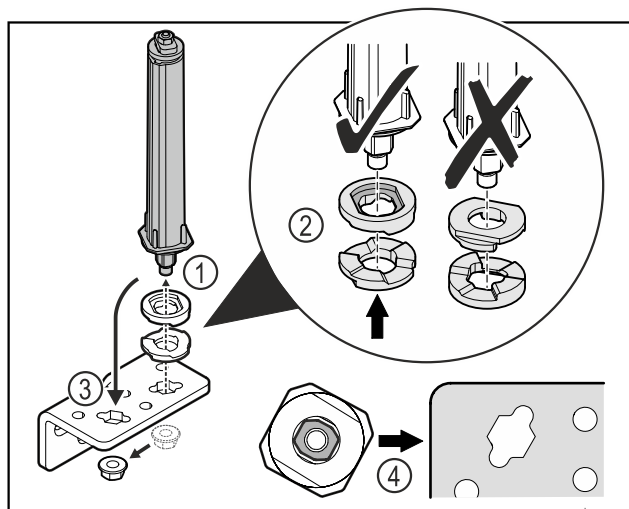

Fig. 35
- Povolte matici a odstraňte uzavírací systém dveří Fig. 35 (1).
- Dbejte na správné vyrovnaní výškově stavitelných podložek Fig. 35 (2).
- Přesaďte uzavírací systém dveří v úhelníku závěsu a upevněte jej maticí Fig. 35 (3).
- Při nasazování dbejte na správné vyrovnaní uzavíracího systému dveří Fig. 35 (4).